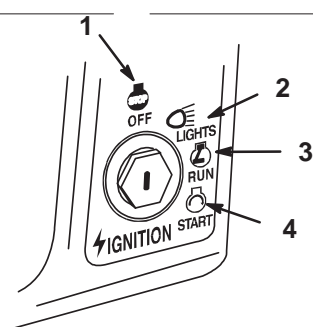

Figure 6
6. Tourner la clé de contact dans le sens des aiguilles d'une montre jusqu'en position de démarrage ("START", Fig. 6), la maintenir jusqu'à ce que le moteur démarre, puis la lâcher.
2. Tourner la clé de contact sur "ARRET" ("OFF") (Fig. 6).